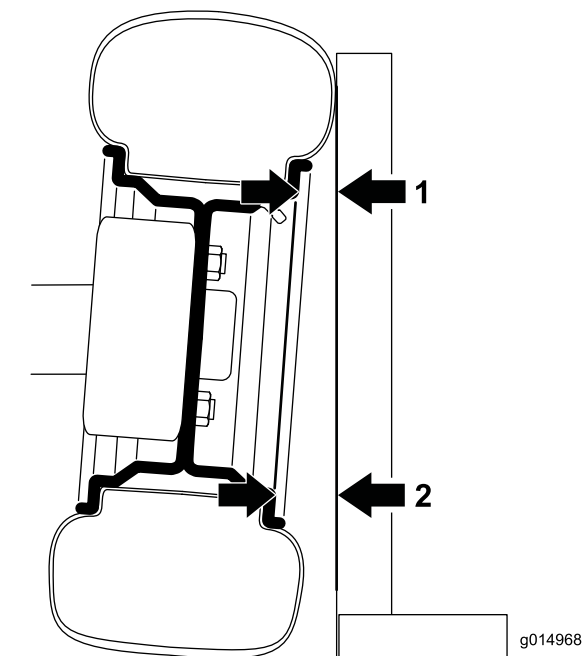

Figura 41
1. Para comprobar la caída, coloque una escuadra de 90 grados en el suelo con el borde vertical contra la cara del neumático (Figura 41).
2. Mida desde la misma zona de la llanta en la parte superior e inferior del neumático hasta la escuadra (Figura 41).